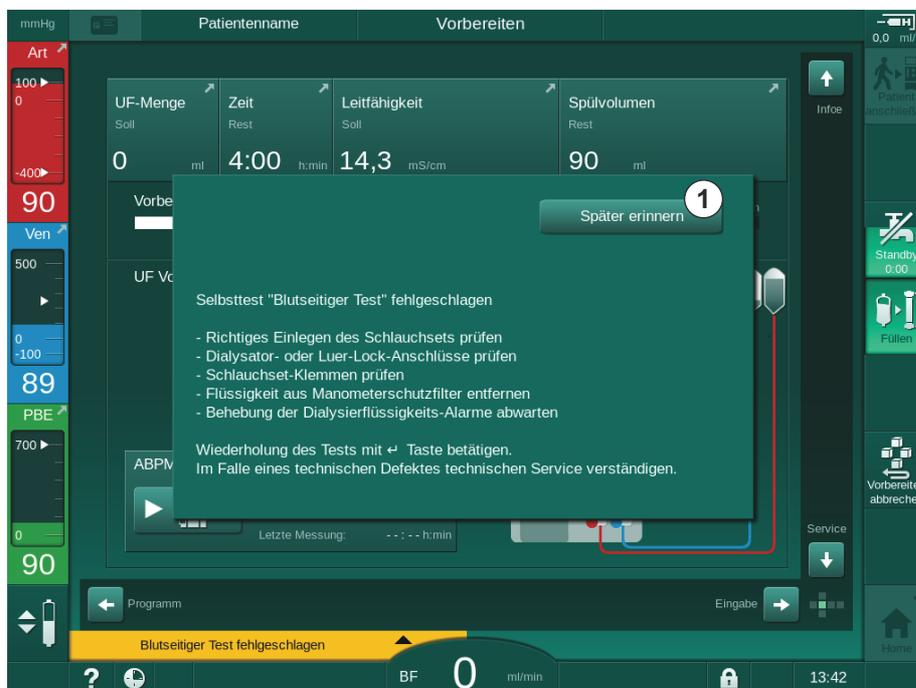

Abb. 12-4 Fenster *Später erinnern*
Im Falle einiger spezieller Alarmer und Warnungen (z. B. SAD-Alarm oder *Blutseitiger Test fehlgeschlagen* (1089)) erscheint ein Pop-up-Fenster, das entsprechende Informationen oder Handlungsanweisungen anzeigt. Dieses Fenster enthält die Schaltfläche *Später erinnern* (Abb. 12-4, ①), die das Fenster ausblenden kann. Gleichzeitig mit dem Pop-up-Fenster leuchtet die *Enter*-Taste. Führen Sie die angezeigten Tätigkeiten durch.